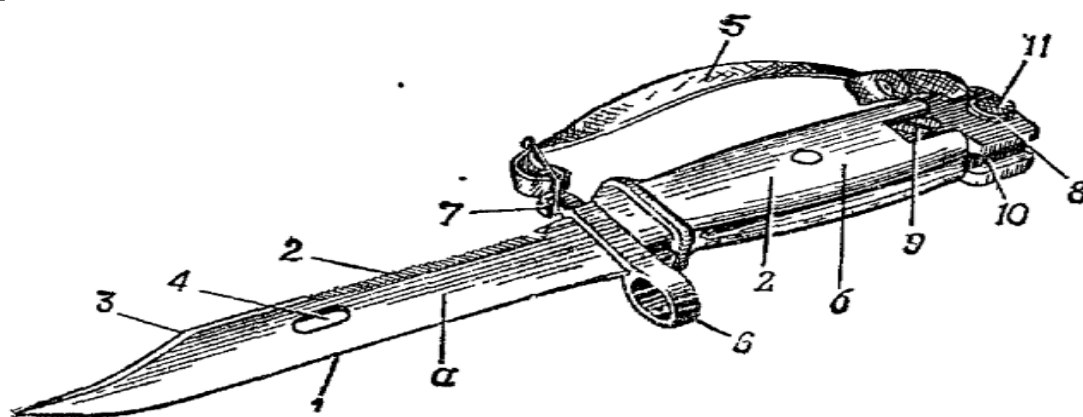

Рис. 44. Штык-нож
24. Штык-нож (рис. 44) присоединяется к автомату для поражения противника в бою. Кроме того, он используется в качестве ножа, пилы (для распиловки металла) и ножниц (для резки проволоки) Провода осветительной сети необходимо резать по одному, сняв предварительно ремень со штыка-ножа и подвеску с ножен. При резке провода следить за тем, чтобы руки не прикасались к металлической поверхности штыка-ножа и ножен. Прodelывание проходов в электризованных проволочных ограждениях с помощью штыка-ножа не разрешается.